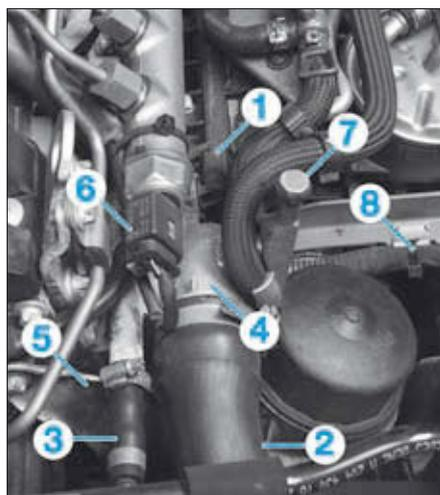

FIG. 25
- Débrancher le connecteur de la sonde de température de liquide de refroidissement (1) (Fig.25).
- Débrancher les (2) et (3) de liquide de refroidissement sur le boîtier thermostatique (4).